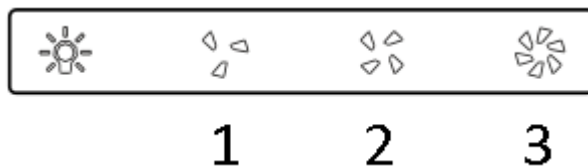

Рис.5
7.3 На декоративном стекле Вашей вытяжки находится сенсорный переключатель режимов работы двигателя и ламп (рис.5):